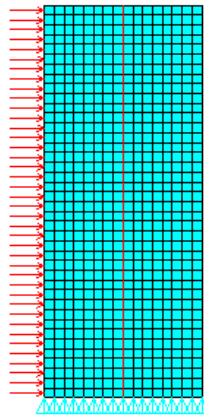

Fig. 2
- Si costruisce il modello FEM (Fig.2) utilizzando elementi piani in formulazione assialsimmetrica ed elementi di contatto piani (Es. 169 e 171) per rappresentare il forzamento iniziale.